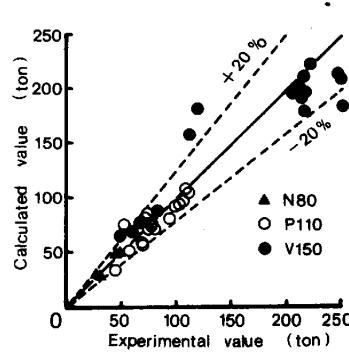
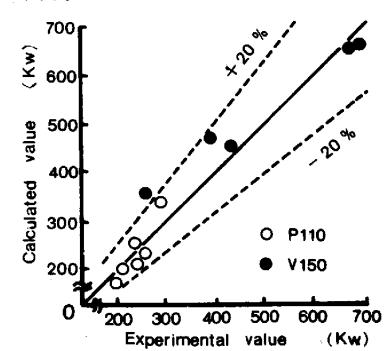

Fig.3 Comparison of load
Fig.4 Comparison of motor power consumption
3. 計算および圧延結果 Fig.3に圧延荷重、Fig.4にモーター消費電力について、実測値と予測計算値の比較を示す。同図より、(2), (3), (6)式により、圧延荷重およびトルクが精度良く計算されることが明らかである。